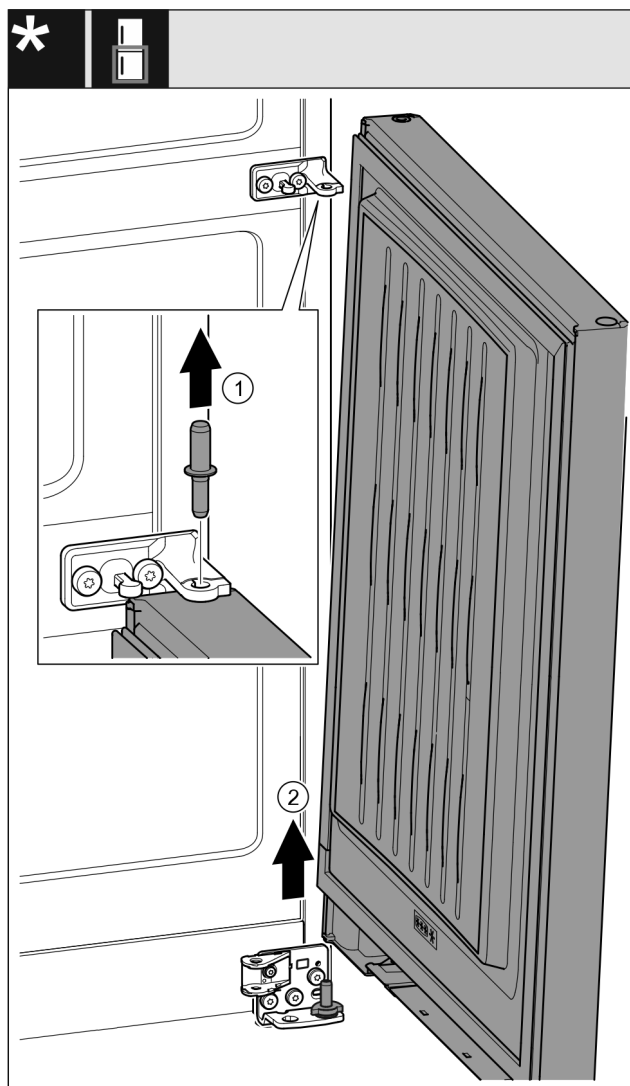

Fig. 23*
- ▶ Τραβήξτε έξω τον πείρο προς τα επάνω. Fig. 23 (1)*
- ▶ Ανοίξτε την πόρτα, τραβήξτε τη προς τα επάνω και παραμερίστε τη στην άκρη. Fig. 23 (2)*